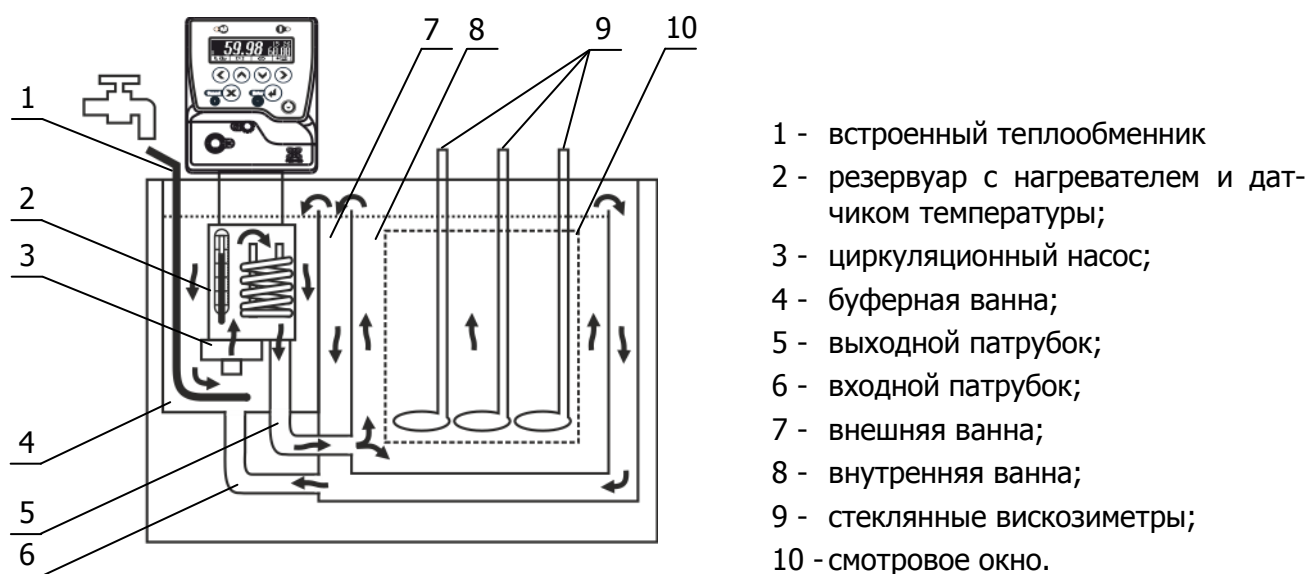

Рисунок 2 — Принцип работы термостата
1.4.5 Циркуляционный насос 3 блока регулирования температуры (рисунок 2) забирает теплоноситель из буферной ванны 4 и нагнетает его в резервуар 2 с нагревателем и датчиком температуры. В резервуаре температура теплоносителя регулируется и, далее, через выходной патрубок 5, теплоноситель поступает на дно внутренней ванны 8. Далее поток теплоносителя проходит через рассекающий элемент 8 (рисунок 1), что обеспечивает равномерное распределение потока теплоносителя во внутренней ванне. Из внутренней ванны теплоноситель переливом через верхний край поступает во внешнюю ванну 7 (рисунок 2). Далее из внешней ванны, через входной патрубок 6, а также переливом через верхний край, теплоноситель возвращается в буферную ванну.